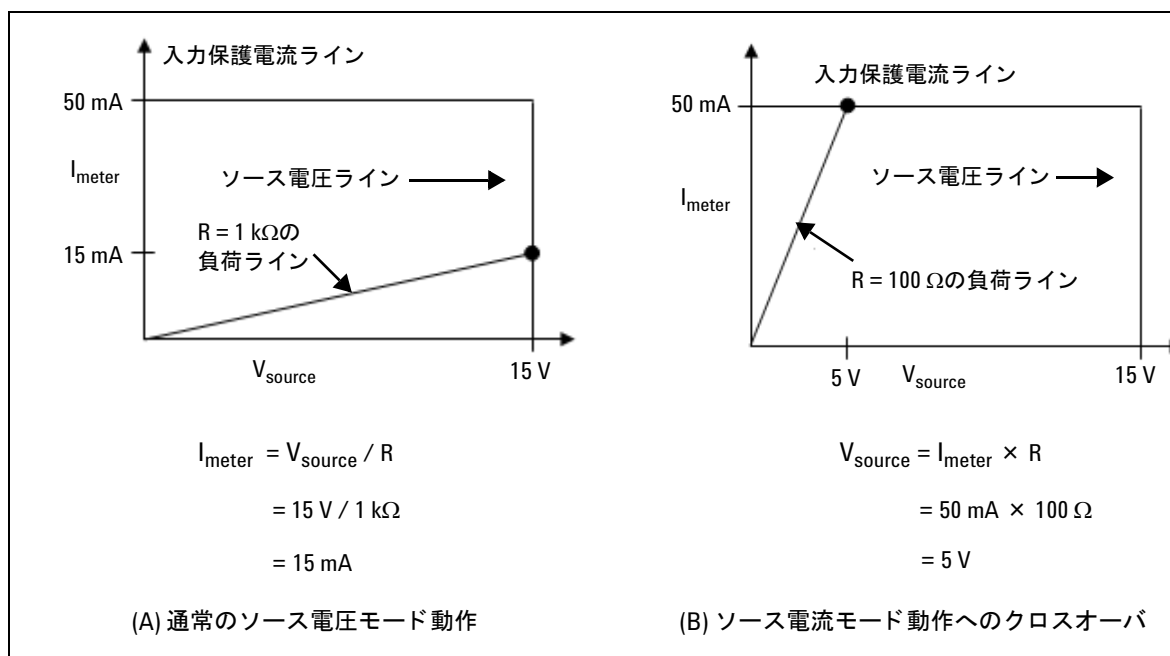

図2-6 ソース電圧動作
図2-6は、異なる抵抗負荷（1 k Ω と100 Ω ）に対する動作を示します。これらの例では、U2722A/U2723Aのソース電圧は15 V、入力保護電流は50 mAです。
図2-6 (A) では、U2722A/U2723Aのソース電圧は15 V、負荷は1 kΩで、電流測定値は15 mAです。DUTの負荷ラインがソース電圧ラインと交差している間は、ソース電圧モードであり、電圧は15 Vに維持されます。しかし図2-6 (B) では、負荷の抵抗が100 Ωまで減少した場合は、負荷ラインが入力保護電流ラインと交差しています。この場合は、U2722A/U2723Aはソース電流モードに移行します。入力保護電流設定が50 mAに設定されていて、U2722A/U2723Aは境界の外では動作できないので、電圧が5 Vに変更されます。